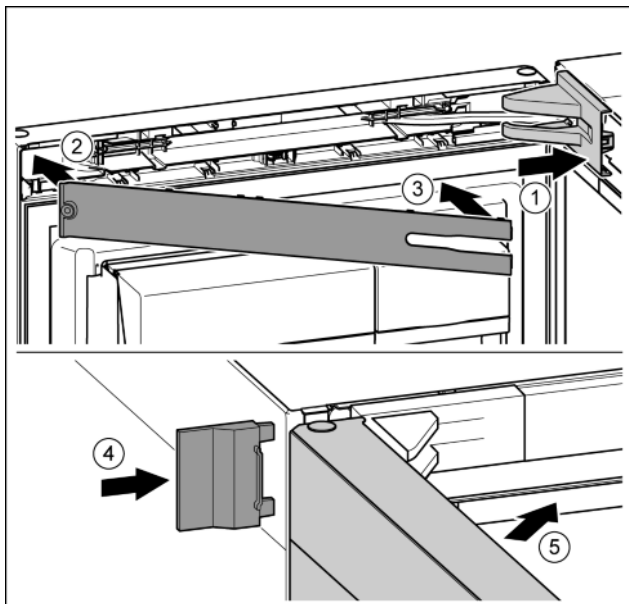

Fig. 26
- ▶ Nasadíte kryt ložiskovej konzoly a zaistíte, príp. opatrne roztlačíte. Fig. 26 (1)
- ▶ Nasadíte kryt. Fig. 26 (2)
- ▶ Kryt priklopte a zaistíte. Fig. 26 (3)
- ▶ Nasuňte vonkajší kryt. Fig. 26 (4)
- ▶ Zatvorte vrchné dvere. Fig. 26 (5)